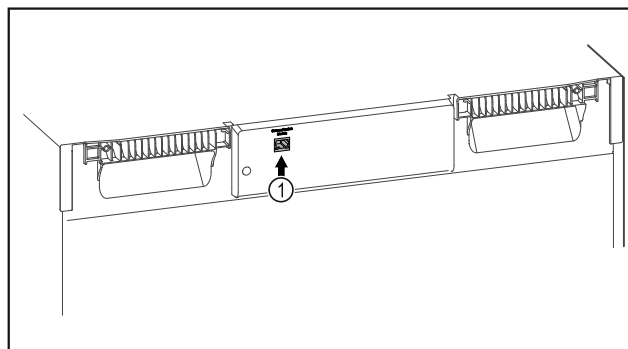

Fig. 70
- SmartModule Fig. 70 (1) is geplaatst.